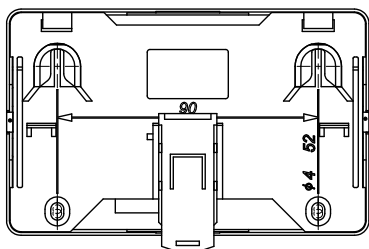

Рисунок 2
- в месте установки АКП-1 просверлить два верхних отверстия под дюбели с шурупами диаметром 4 мм согласно установочным размерам (рисунок 2);